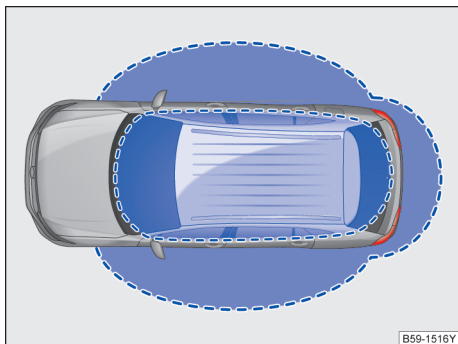
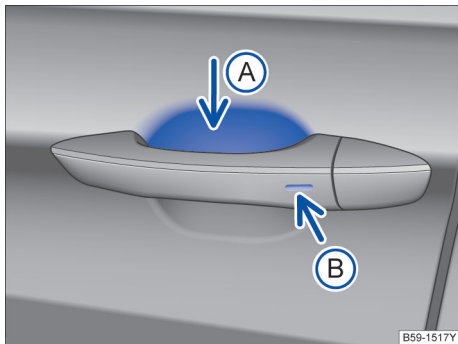

图 52 无钥匙进入闭锁/启动系统：工作范围
图 53 无钥匙系统 Kessy：车门拉手上的传感区
Kessy 是一种无钥匙系统，它可以实现在不操作遥控钥匙的情况下解锁或锁止汽车。操作者只需随身携带一把有效遥控钥匙，并处于车门或行李厢盖的有效感应区域内→图 52，同时触摸车门拉手上的传感区之一→图 53 或按压行李厢盖上的按钮即可实现。
如果有一把有效遥控钥匙在有效感应区域内→图 52，则无钥匙系统 Kessy 会将访问权限授予该钥匙。紧接着可以在不主动操作遥控钥匙的情况下执行以下功能：
- 触摸在驾驶员或副驾驶车门拉手内侧的传感区→图 53（箭头 ）。
- 触摸车门拉手上的传感区→图 53（箭头 ）一次。汽车锁止。
如果在行李厢盖的有效感应区域→图 52 有一把有效的遥控钥匙，按压行李厢把手按钮，解锁并打开行李厢盖。
- 要便捷关闭所有电动车窗和天窗，请用手指按住车门拉手上的传感区→图 53 B 几秒钟。
- 松开传感区→图 53 B 即可中断该功能。如果在松开车门拉手上的传感区→图 53 B 后立即将手放入 A 内，则所有车窗停在原位（安全功能）△→第 69 页。